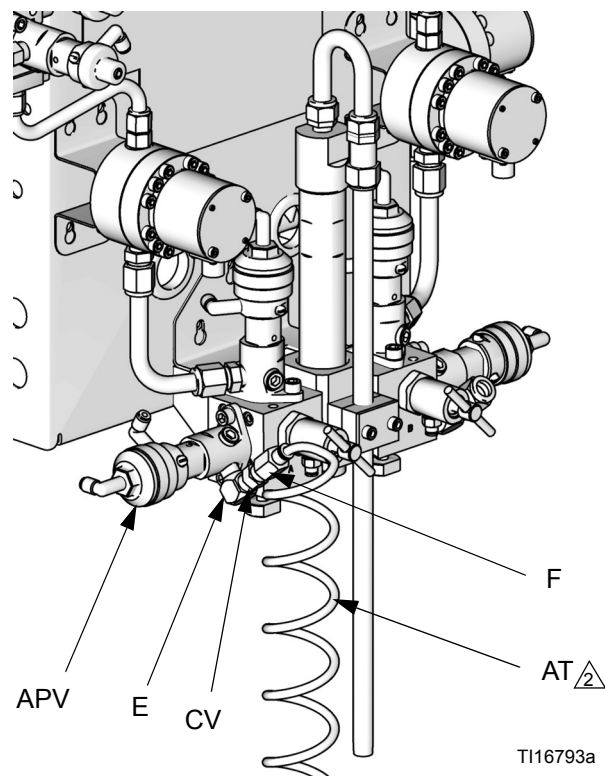

Fig. 9. Matningsrör och backventil för rensningsluft
- Se FIG. 9. Installera det åtföljande vinkelröret (E), backventilen (CV) och rörfästet (F) vid luftrensningsventilens (APV) inlopp. Använd det 7,6 m (25 fot) långa röret för rensningsluft (AT, åtföljande) med 6 mm (1/4 tum) yttre diameter för att ansluta en ren och torr luftslang till fästet (F) vid luftrensningsventilens inlopp. Installera filter/torkare efter behov.